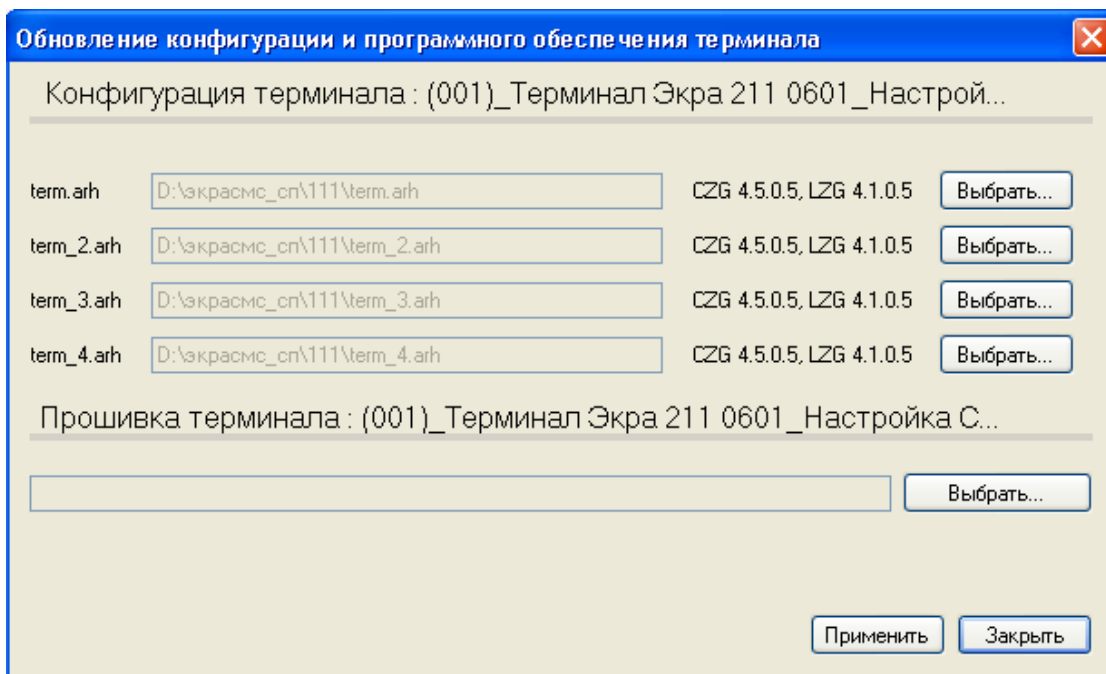

Рисунок 6.5
6.3.1 Замена конфигурации терминала осуществляется через пункт меню **Файл** → **Обновление конфигурации и ПО...** При этом появляется диалоговое окно, в котором необходимо указать путь к файлу (файлам) конфигурации (см. рисунок 6.5). Количество конфигураций равно количеству групп уставок, если используются группы уставок.